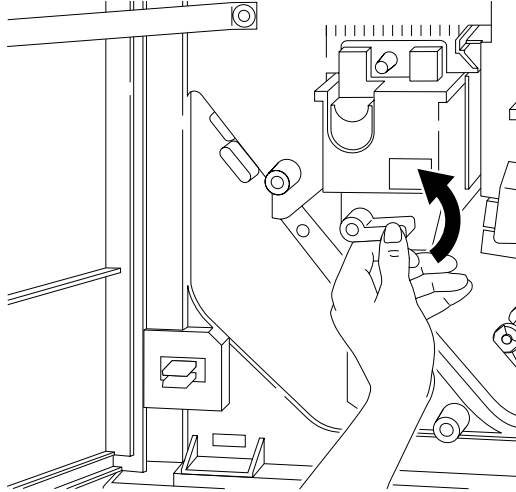

Abbildung 3-59 Schließen des Hebels 4
5. Drehen Sie Hebel 4 gegen den Uhrzeigersinn vollständig in die Position „Closed“, wie in Abbildung 3-59 gezeigt, und schließen Sie die Frontklappe.